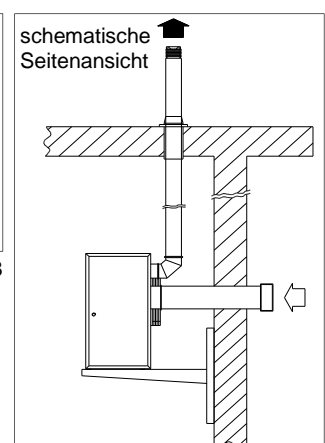

Abb. 9
- Die Abgasabführung erfolgt, wenn das Dach gleichzeitig Decke ist, vertikal über das Dach. Die Verbrennungsluftzuführung erfolgt dann horizontal durch die Außenwand (Abb. 9).